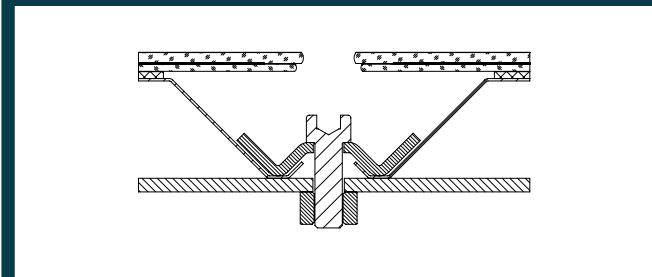

Abb. 5: Montage SMART-Klemme „In-Joint“-Variante
- Alternativ zur „Hook-In“-Konfiguration sind AVANCIS PV-Module auch als „In-Joint“-Variante (Abbildungen 4 und 5) erhältlich. Bei dieser Montageart hält eine SMART-Klemme zwei PV-Module, mit Ausnahme der Module am Anfang und am Ende einer Modulreihe. Die SMART-Klemmen dürfen nur wie in der Abbildung 5 gezeigt montiert werden.